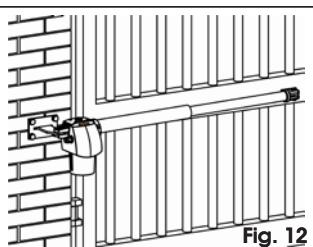

Fig. 12
**⚠ De aandrijving G-BAT ENV is in zowel de linkse als de rechtse versie beschikbaar. De aandrijving moet altijd worden geplaatst zoals aangegeven in Fig. 12. Met de rechtse aandrijving wordt bedoeld de aandrijving die, als u naar de poort kijkt vanaf de kant waar de aandrijving wordt geïnstalleerd, rechts van de vleugel zit (of op de rechtermuur in geval van toepassingen met twee motoren). De motor die dus aan de linkerkant (of op de linkervleugel) zit wordt als linkse aandrijving geïdentificeerd.**